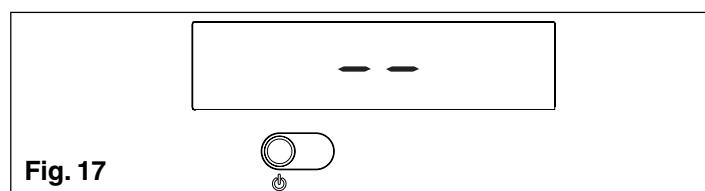
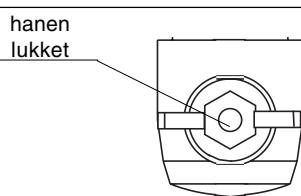

Fig. 17
Fig. 27
- !** Kedlen starter op i den funktion, den var i før stoppet. Hvis kedlen var i 'vinter' mode, da den stoppede, starter den igen i 'vinter' mode. Hvis kedlen var i 'OFF' mode, viser displayet to streger i midten (fig. 17). Tryk på (Ø) knappen for at tænde for kedlen.
Der vises to streger i displayet (fig. 17).
Kedlen afbrydes ved tryk på (⊕). Der vises to streger i displayet (fig. 17). Afbryd kedlens strømtilførsel. Luk for gastilførslen ved at dreje gashanen under kedlen med uret (fig. 27).